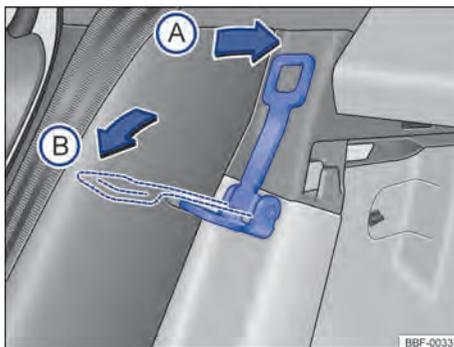

Fig. 67 Atrás do banco traseiro: alavanca para regulagem de inclinação do encosto
- **Posição ①:** colocar a alavanca → Fig. 67 no sentido da seta ①, para retornar o encosto do banco para sua posição original.
- **Posição ②:** colocar a alavanca → Fig. 67 no sentido da seta ②, para ampliar o compartimento de bagagem.
ⓘ A Volkswagen indica não montar a cadeira de criança no banco traseiro na posição ② → Fig. 67.